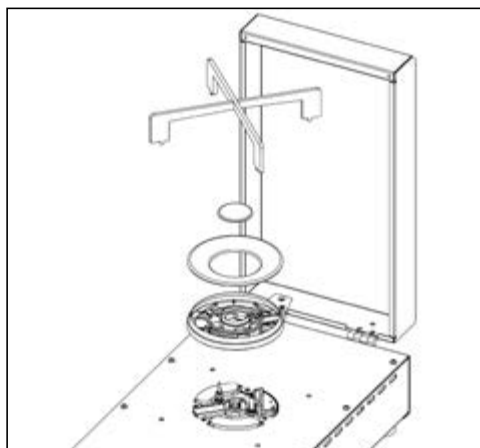

FIG. 1
- togliere la griglia e rimuovere i cappellotti e la corona spartifiamma. (fig. 1)